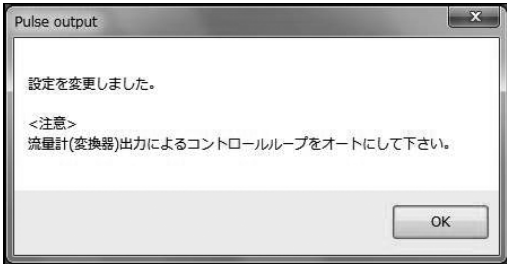

図3-38
④ 「OK」ボタンをクリックし、選択した設定値に変更されると、メッセージボックス（図3-38）が表示されますので、「OK」ボタンをクリックすれば設定は終了です。